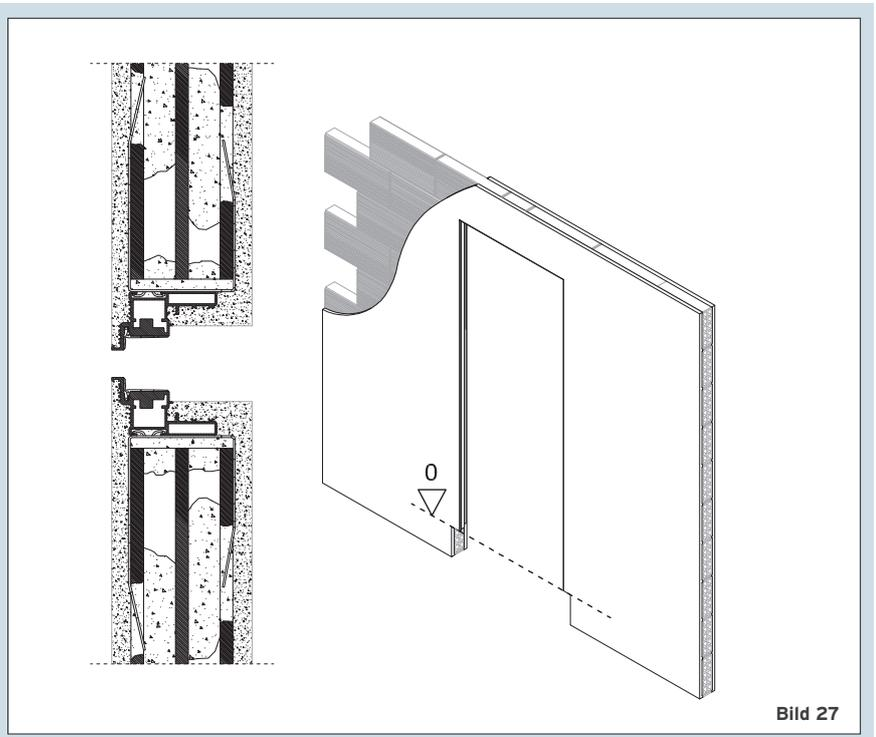

Bild 27
6. Fertig verputzte Zarge (**Bild 27**).